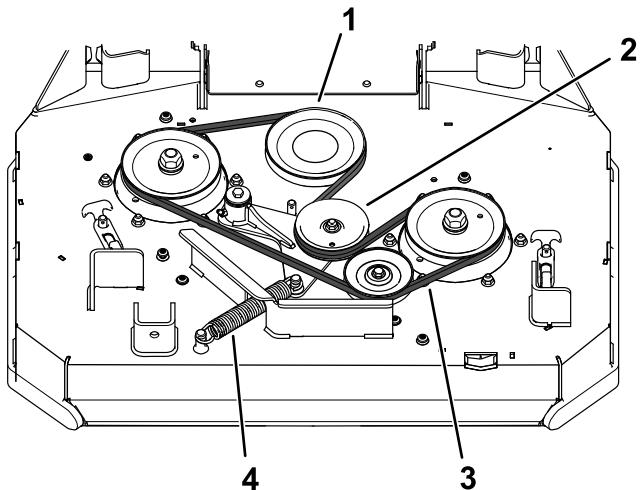

図 61
4. アイドラプーリのアームについているアンカーポストからスプリングを取り外す図61。
5. ベルトを取り外す図61。
6. デッキプーリとアイドラプーリに新しいベルトを掛け回す図 61。
7. アイドラプーリのアームについているアンカーポストにスプリングを取り付ける図 61。